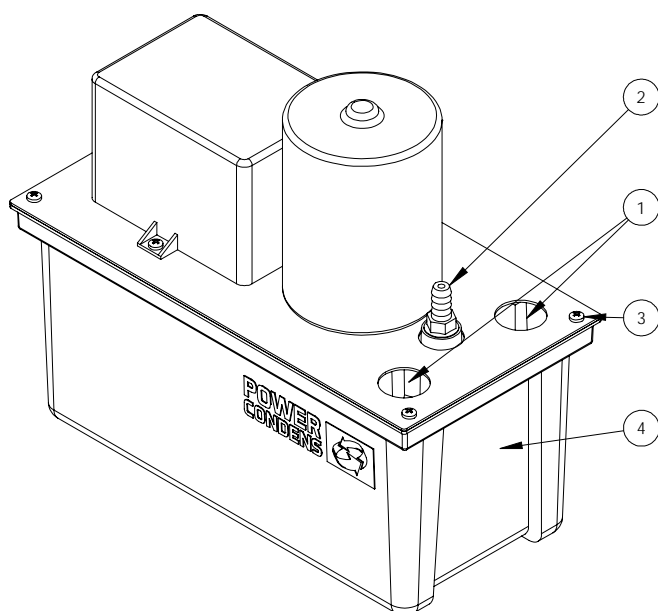

Figura 1: Pompa di condensa KP 150 / KP 250
- Tutte viti allentare (Figura 1, pos. 3)
- L'apertura di carico del condensato del diametro di 28.5mm (Figura 1, pos. 1) si trova sul coperchio del serbatoio di raccolta del condensato. Se necessario, una seconda ingresso del condensato può essere utilizzata. (Figura 1, pos. 1). Per il collegamento della tubazione di scarico del condensato (Figura 1, pos. 2) è previsto un tubo flessibile del diametro di 10mm.
- Collegare la tubazione di carico del condensato all'apertura di carico (Figura 1, pos. 1).
- Collegare la tubo di scarico del condensato alla scarico del condensato (Figura 1, pos. 2).
- Smontare il serbatoio di raccolta del condensato (Figura 1, pos. 4) svitando le viti e pulirlo con una soluzione di candeggina al 5%.
- Smontare la valvola di ritegno (Figura 1, pos. 2).